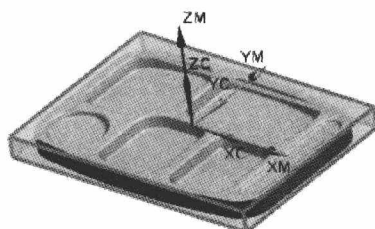

图 1.4 毛坯几何体
Step3. 单击“毛坯几何体”对话框中的  按钮, 系统返回到“铣削几何体”对话框, 完成图 1.4 所示的毛坯几何体的创建。